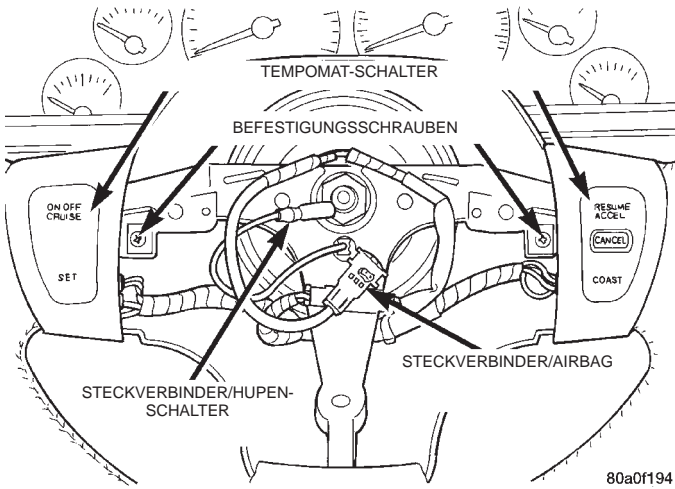

Abb. 6 Tempomat-Schalter aus- und einbauen
(3) Airbag-Einheit so weit vom Lenkrad abziehen, daß die Steckverbinder des Kabelbaums auf der Rückseite der Airbag-Einheit zugänglich sind.
(4) Die Steckverbinder der Airbag-Einheit und des Kabels/Hupenschalter von der Rückseite der Airbag-Einheit abziehen.
(5) Fahrerseitige Airbag-Einheit aus dem Fahrzeug nehmen.
(6) Die Schrauben lösen, mit denen die Tempomat-Schalter am Lenkrad befestigt sind, und die Schalter von den Lenkradspeichen abnehmen (Abb. 6).